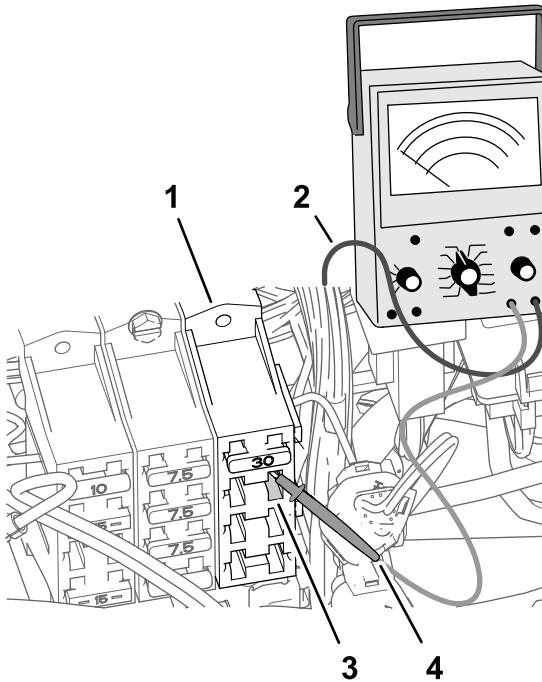

**Figure 189**
1. Branchez le connecteur à 5 broches du relais au connecteur à 5 douilles (Figure 189) du faisceau du kit étiqueté ASC 10 ENABLE RELAY.
2. Alignez le trou dans la patte de montage du relais et le trou dans le tube de support amortisseur, puis fixez le relais au tube avec une fixation à pression (Figure 189).